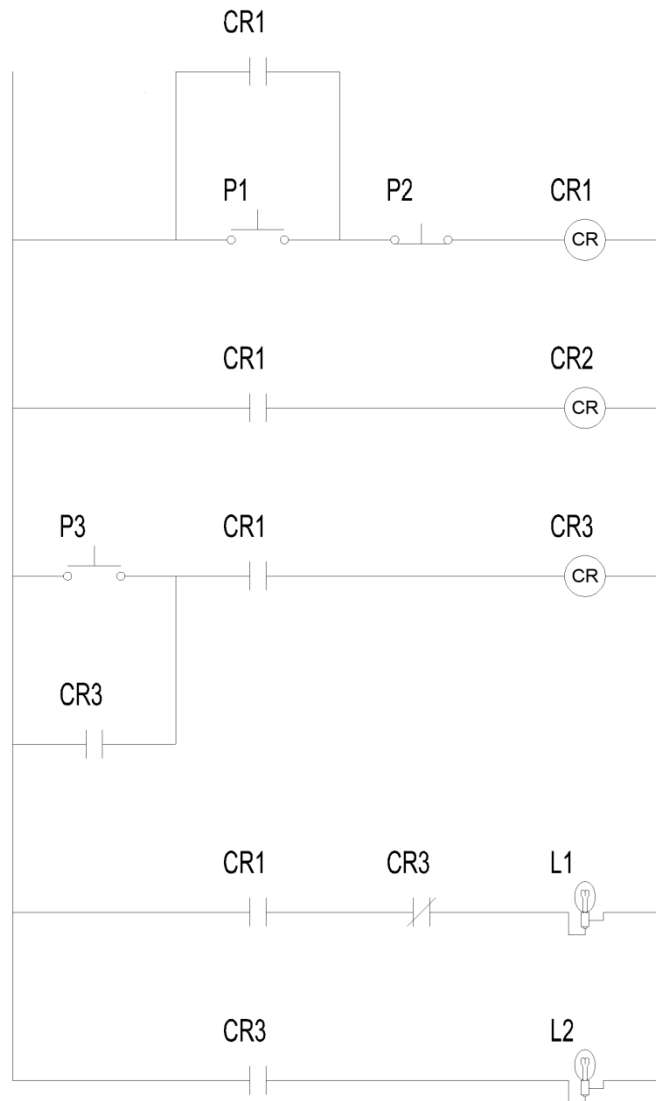

Figura 4.2
5. Describa de manera detallada el comportamiento del circuito de la figura 4.2 para los literales 4.a, 4.b, 4.c y 4.d.